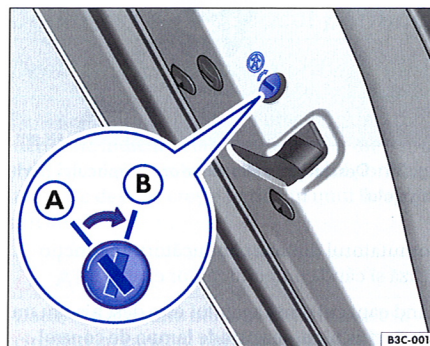
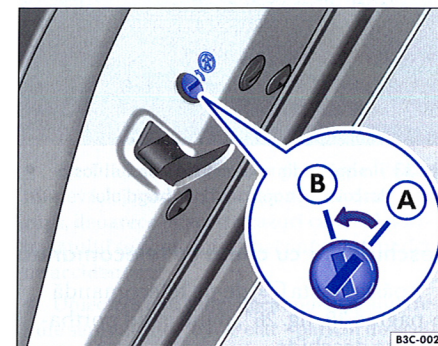

Fig. 31 Siguranța pentru copii în ușa din stânga: (A) decuplată, (B) cuplată
Fig. 32 Siguranța pentru copii în ușa din dreapta: (A) decuplată, (B) cuplată
– Rotiți cu cheia de urgență în ușa deschisă, fanta în poziția ⇒ **fig. 31** (B) sau ⇒ **fig. 32** (B).
– Rotiți cu cheia de urgență în ușa deschisă, fanta în poziția ⇒ **fig. 31** (A) sau ⇒ **fig. 32** (A).